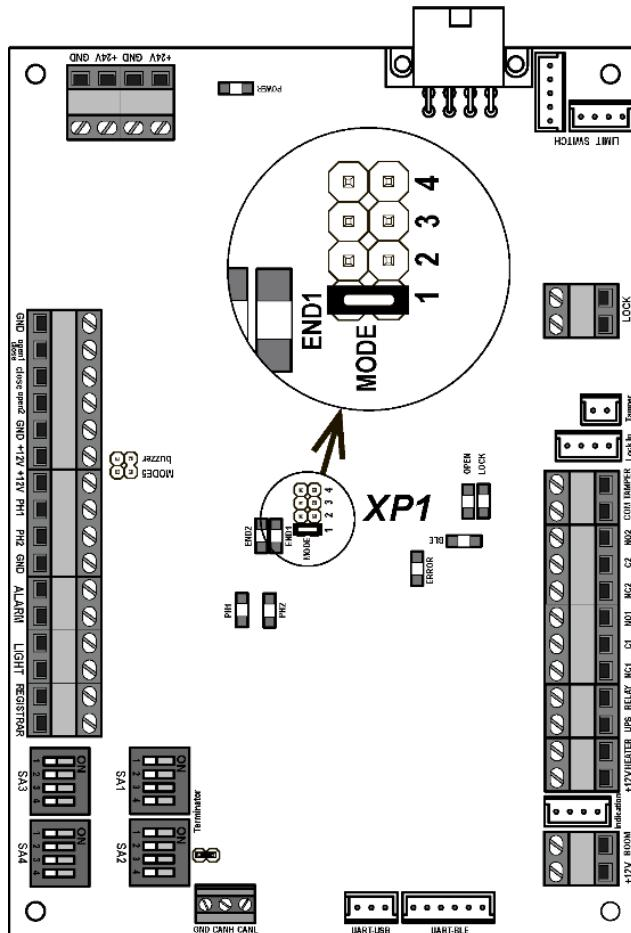

**Рисунок 8. Порядок переустановки стрелы шлагбаума**
По умолчанию шлагбаум поставляется с положением стрелы, рассчитанной на правосторонний проезд (стойка шлагбаума фронтальной стороной располагается справа от проезжей части). При необходимости изменения этого положения на противоположное выполните следующие действия (см. рис. 8):
Снятие или установку стрелы производите при снятых балансировочных пружинах (см. разд. 8.5.6). Переведите кронштейн крепления стрелы в горизонтальное положение, для чего шлицевой отвёрткой вращайте винт разблокировки привода (21) по часовой стрелке до упора (см. рис. 8).
Для разблокировки стрелы откройте дверцу шлагбаума и шлицевой отверткой вращайте втулку (21) (см. рис. 8) влево или вправо до тех пор, пока нижний шарнир шатуна (12) не выйдет из крайнего положения и стрела не станет поддаваться ручному воздействию вверх или вниз.
1. Откройте дверцу (2) стойки шлагбаума.
2. Шестигранным ключом S10 ослабьте два болта (14), фиксирующие рычаг (13) на валу кронштейна стрелы (см. рис. 8). Придерживайте стрелу от падения!